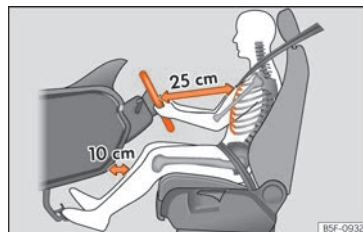

Fig. 7 La separación correcta entre el conductor y el volante debe ser de 25 cm como mínimo (10 pulgadas).
- Ajuste el volante de modo que quede a una distancia de, por lo menos, 25 cm [10 pulgadas] del esternón »» fig. 7 y lo pueda sujetar con ambas manos por los lados, por la parte exterior, con los brazos ligeramente flexionados.
- Ajuste longitudinalmente el asiento de forma que pueda pisar a fondo los pedales con las rodillas ligeramente flexionadas y que quede una distancia entre la zona de las rodillas y el tablero de instrumentos de al menos 10 cm [4 pulgadas] »» fig. 7.